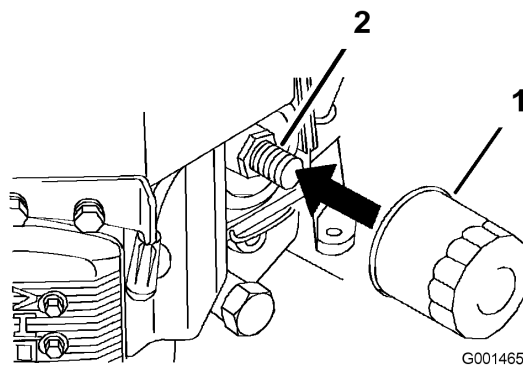

Figure 28
- Retirez le filtre usagé (Figure 28).
- Appliquez un mince film d'huile neuve sur le joint en caoutchouc du filtre de rechange (Figure 28).
- Posez le filtre à huile de rechange sur l'adaptateur, tournez le filtre dans le sens horaire jusqu'à ce que le joint en caoutchouc touche l'adaptateur, puis serrez le filtre de 3/4 de tour supplémentaire (Figure 28).